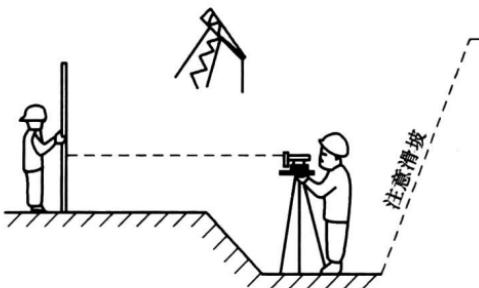

图 1—6 防止塌方
5. 作业时必须避让机械，躲开坑、槽、井，选择安全的路线和地点；上下沟槽、基坑应走安全梯或马道；在槽、基坑底作业前必须检查槽帮的稳定性，防止塌方，确认安全后再下基坑、槽作业，如图 1—6 所示；进入井、深的基坑（槽）及构筑物内作业时，应在地面进口和出口处设专人监护。